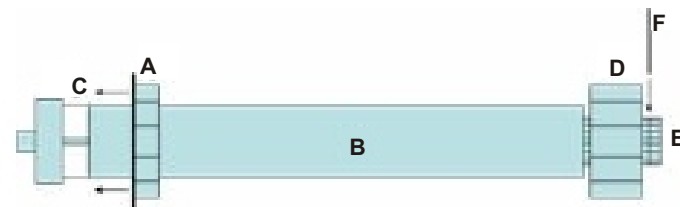

fig. 1
Fit the limit switch crown wheel (A) on the gearmotor (B) until it stops in the grooves of the ring nut (C) (fig. 1).
Fit the drive wheel (D) on the motor shaft (E) and lock it by inserting the spring retainer (F) (fig. 1).
Después de cortar el rodillo de enrollamiento por el largo que se necesite, se debe controlar que el interior del tubo este limpio y libre de restos metalicos. Introducir la corona de fines de carrera (A) en el motor (B) hasta que se bloquee en las sedes de la corona (C) (fig. 1).